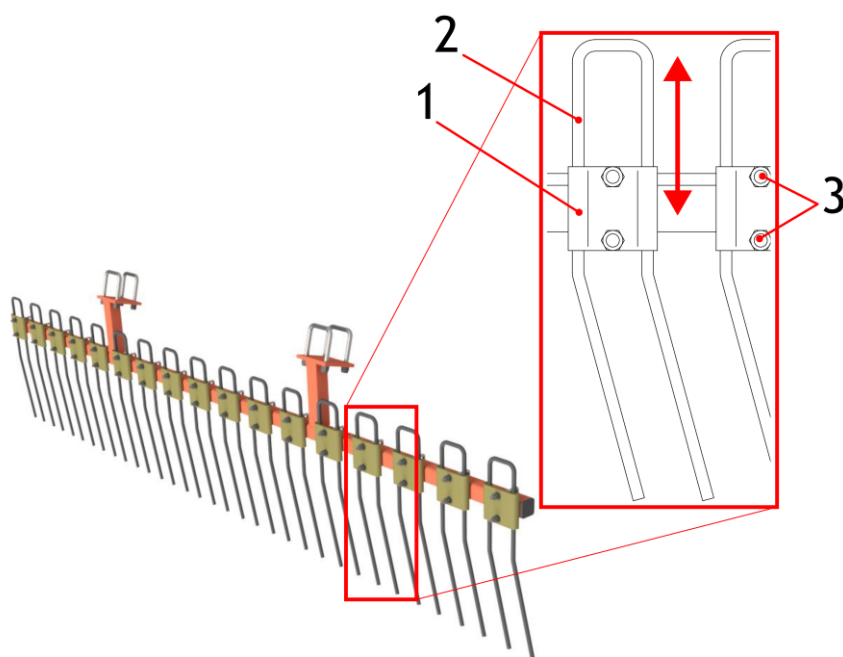

Figure 31 Réglage de la position des dents de la herse peigne rigide (1 - plaque de fixation, 2 - dent flexible, 3 - écrous de fixation).
- 1) Desserrer les écrous (fig. 31, pos. 3) ainsi que la plaque (fig. 31 pos. 1),
- 2) Tirer les peignes (fig. 31, pos. 2) vers le haut ou la pousser vers le bas jusqu'à la position souhaitée,